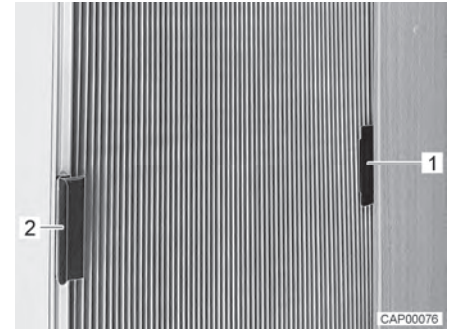

Bild 3 Plisségardin för sidorutan (stängd)
- Skjut alltid plisségardinen i handtaget (Bild 3,1) i påbyggnaden (Bild 3,2). Plisségardinen är på så sätt säkrad mot oavsiktlig stängning.